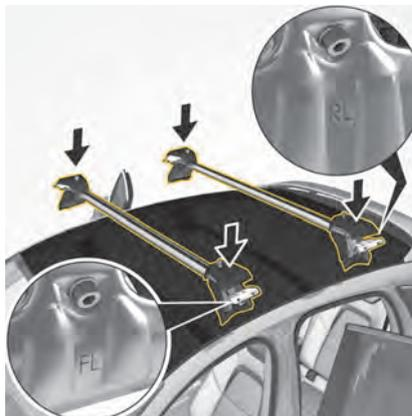

図. 186 キャリアをルーフに取り付ける
7. 位置マークが車両の正しい側に来るように、キャリアをルーフに慎重に置きます。FL(図. 186) 左フロント / FR(図. 186) 右フロント / RL(図. 186) 左リヤ / RR(図. 186) 右リヤ。